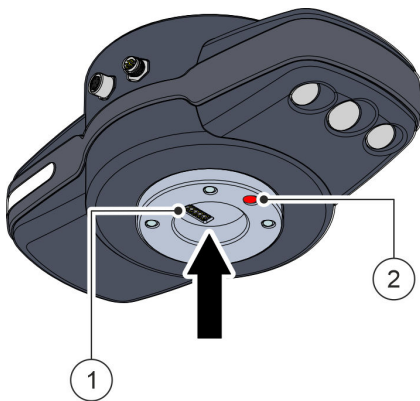

Abb. 61 Interne Schnittstelle verbinden
02. Werkzeug anhand der Bohrung für den Passstift Abb. 61 / (2) und der internen 12-Pin-Schnittstelle Abb. 61 / (1) korrekt ausrichten.
Dabei sicherstellen, dass der elektrische Werkzeuganschluss korrekt mit der internen 12-Pin-Schnittstelle Abb. 61 / (1) verbunden ist.